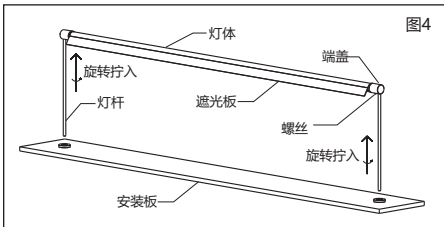

图4
2. 依次将灯杆旋入灯盖中, 松开灯盖上的螺丝可调节灯具的出光方向, 调节完成后请旋紧螺丝, 如图4所示。